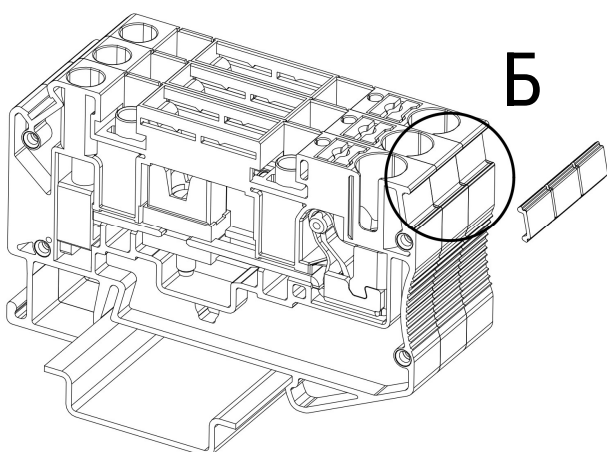
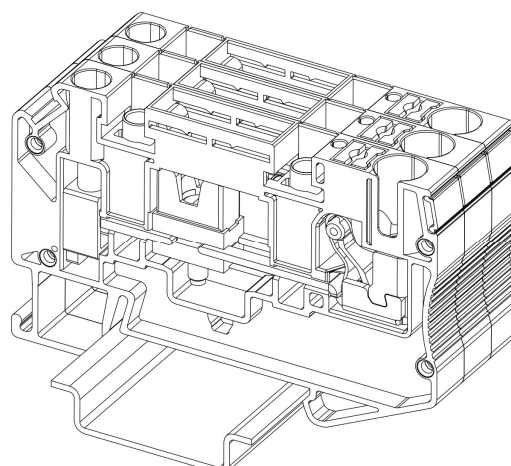

Рисунок 73 – установка маркировочной полосы ПМКП
Рисунок 74 – установленная маркировочная полоса ПМКП
- Для установки маркировочной полосы ПМКП вдавите ее в отмеченные пазы клемм (рис. 73, «Б»; рис. 74).